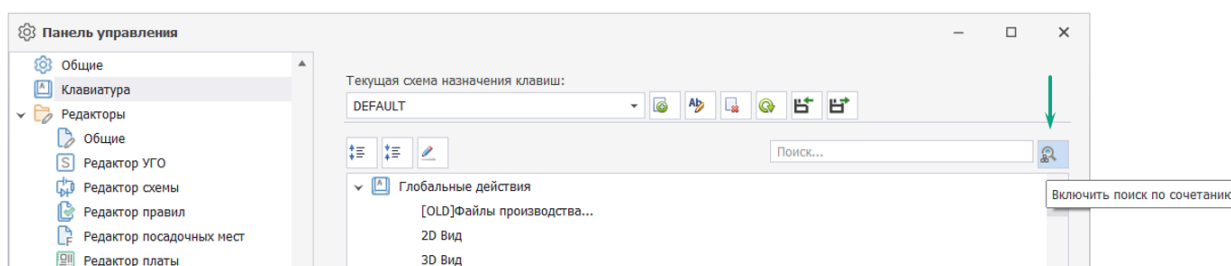

Рис. 41 Переключение в режим поиска по сочетанию
1. Нажмите кнопку , расположенную справа от поисковой строки, Рис. 41.